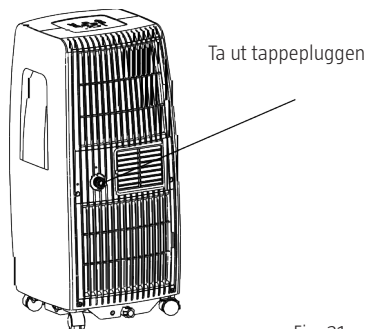

Fig. 21
- I avfuktingsmodus: ta ut dreneringspluggen på baksiden av apparatet og koble til dreneringsslangen (ikke inkl.). Bruk 3/4" slange med 5/8" tilkobling med utvendige gjenger. På modeller uten dreneringstilkobling kobles dreneringsslangen til hullet. Trekk slangen til et egnet avløp (fig. 21 og 22).